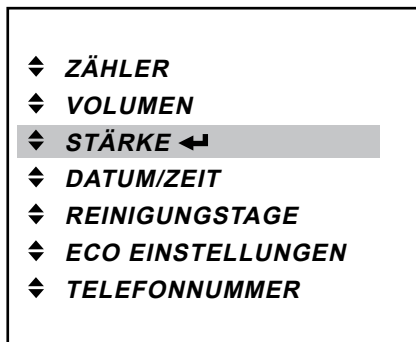

Abb. 35
1. Drücken Sie die Entertaste ◀, um das Menü «STÄRKE» aufzurufen. (Abb. 35)